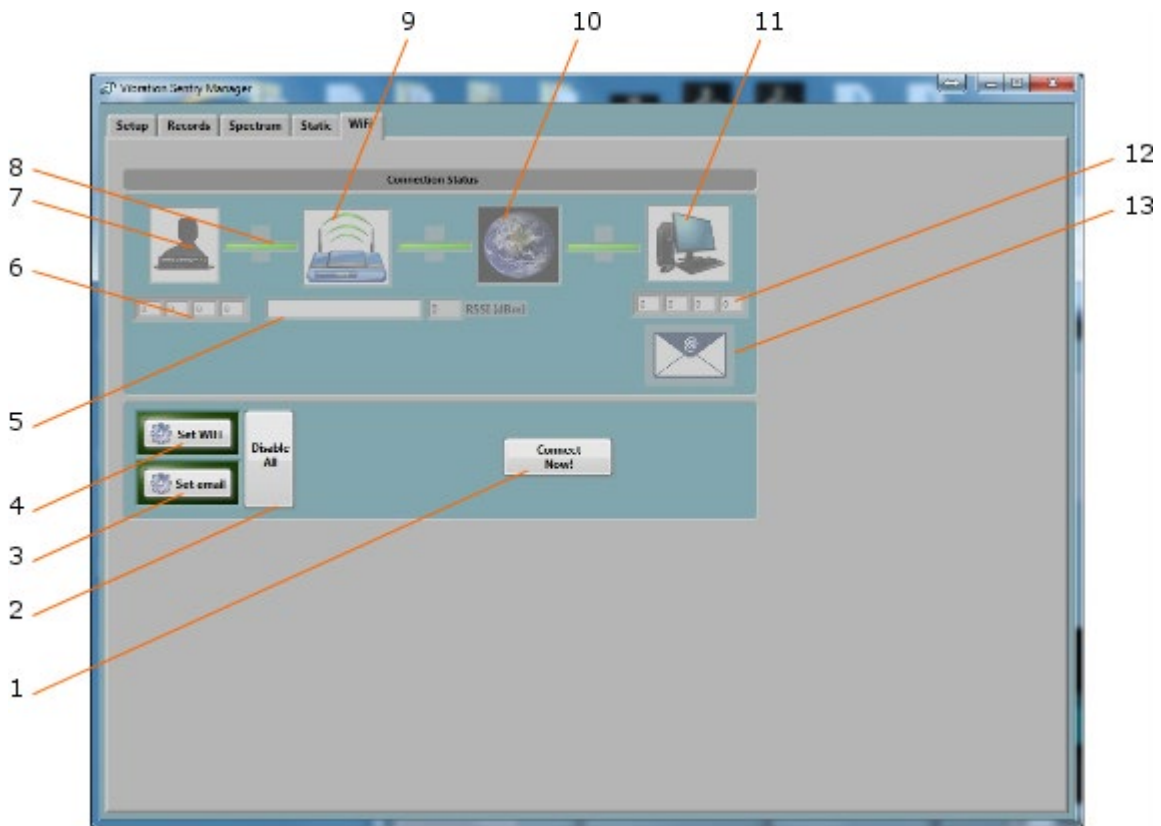

Figure 14 Onglet WiFi
- **L'onglet Wi-Fi :** Permet d'afficher l'état actuel de la connexion du *VSEW_mk4*, et de paramétrer ses paramètres de connexion (SSID, Sécurité, Mot de passe... etc.) (voir Figure 14).